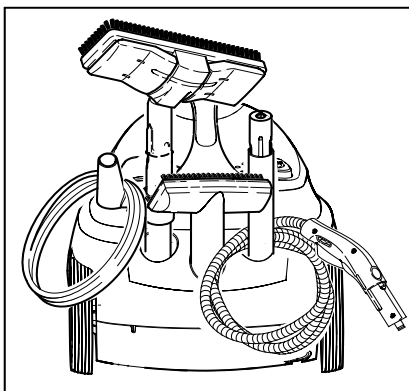

Рисунок 8
- Вставьте удлинительные трубки в большие отверстия для принадлежностей (см. рисунок 8).
- Вставьте ручную форсунку (E1) в средний держатель принадлежностей (см. рисунок 8).